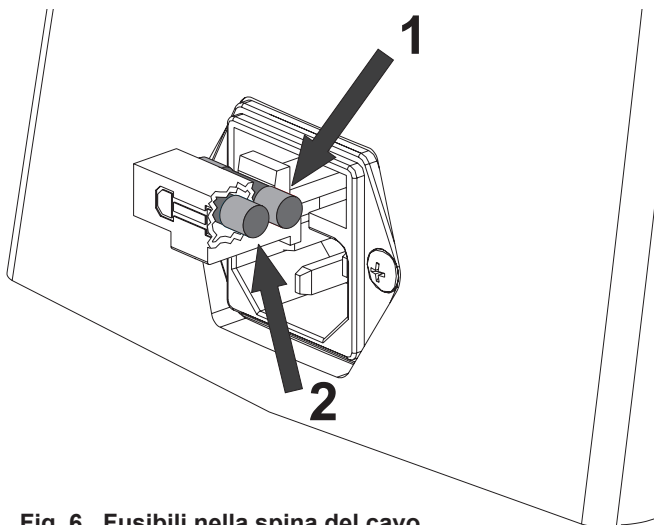

Fig. 6 Fusibili nella spina del cavo.
- Il fusibile nella spina del cavo (**fig. 6, 1**) non sia bruciato. Se il fusibile è difettoso, può essere sostituito con il fusibile di ricambio (**fig. 6, 2**) anch'esso disponibile nella spina del cavo.